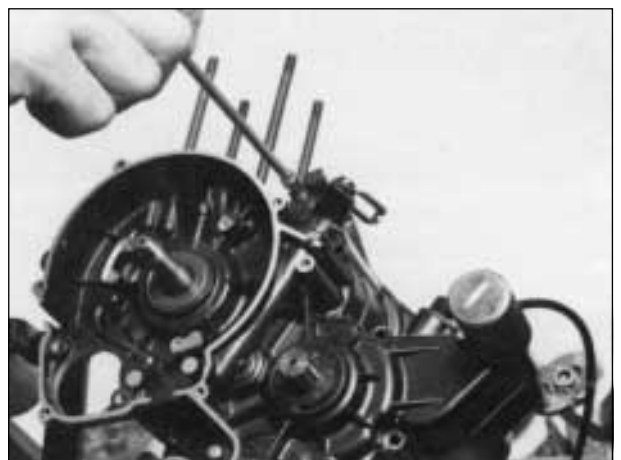

Fig. 20
20) TOGLIERE le 13 viti di unione dei due semicarteri (Fig. 20).
20) REMOVE the 13 screws joining the two crankcases (Fig. 20).